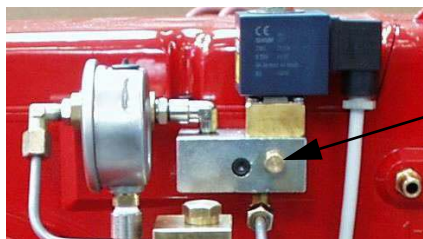

Fig. 29
- 9 La pressione di alimentazione ugello è già pre-tarata in fabbrica e non deve essere cambiata. Solo se necessario, regolare la pressione di alimentazione (vedi relativo paragrafo) nel modo seguente: inserire un manometro nella posizione indicata in Fig. 29 agire sulla vite di regolazione **VR** della pompa (vedi Fig. 28) fino ad ottenere una pressione all'ugello pari a 20 bar (ugelli Monarch o